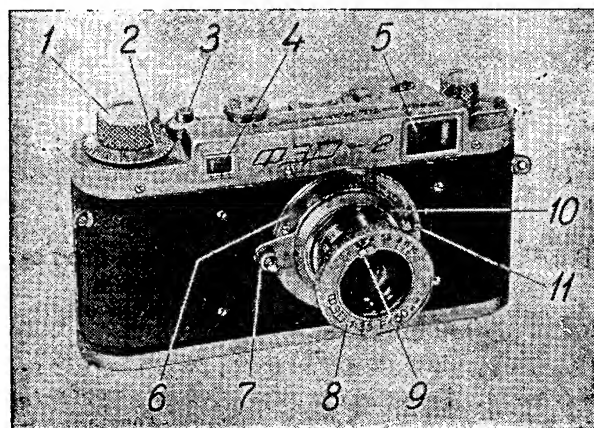

Рис. 2.
2. Внешние детали механизма фотоаппарата и управление ими (см. рис. 2 и 3)
Объектив на рис. 2 показан в рабочем положении. Для установки объектива в рабочее положение необходимо вытянуть его за переднее кольцо оправы—8 вперед до отказа и повернуть с легким натягом вперед, по направлению хода часовой стрелки, до тех пор, пока выступы тубуса не упрутся в упоры канавки оправы. Чтобы убрать объектив в камеру, необходимо проделать все в обратном порядке.